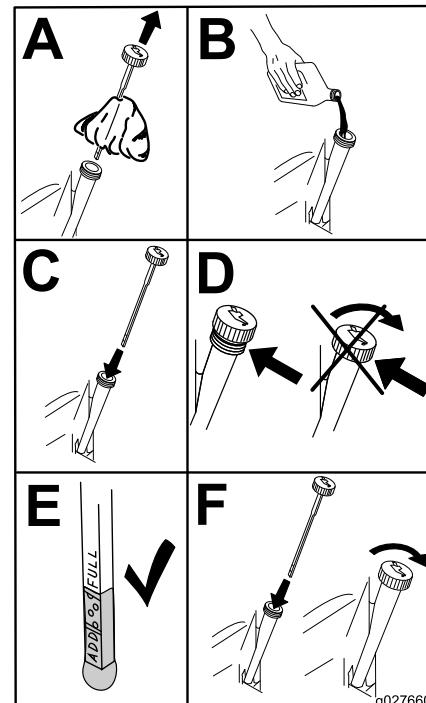

Figure 58
5. Versez lentement environ 80 % de l'huile spécifiée dans le tube de remplissage, puis faites l'appoint lentement pour faire monter le niveau jusqu'au repère maximum (**Full**) (Figure 58).